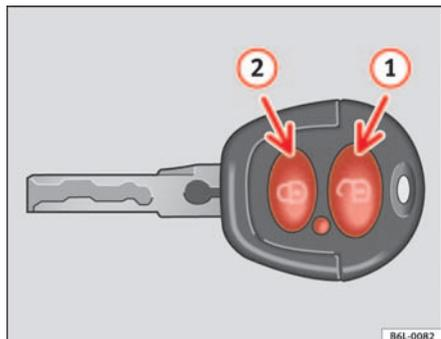
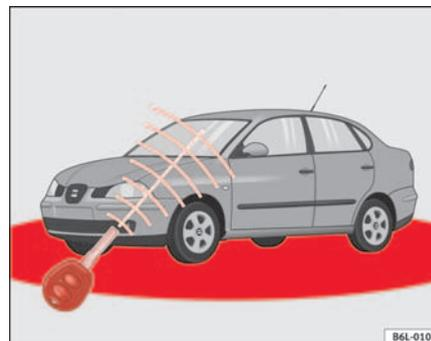

Fig. 48 Teclas de la llave con mando a distancia
Fig. 49 Radio de acción del mando a distancia por radiofrecuencia
La zona de efectividad (zonas rojas) ⇒ fig. 49 del mando a distancia se muestra en la figura. El alcance máximo depende de diversas circunstancias.
Para **abrir**, dirija la llave dentro de la zona de efectividad, hacia el vehículo y pulse brevemente la tecla de apertura  ⇒ fig. 48 . Los intermitentes ►
parpadean dos veces. Para **cerrar** el vehículo, pulse brevemente la tecla de cierre  ⇒ **fig. 48 (2)**. Los intermitentes parpadean una vez.
Pulse **dos veces** la tecla de cierre  ⇒ **página 83, fig. 48 (2)** se desactiva el sistema de seguridad del cierre (doble cierre) y la alarma volumétrica\*, permaneciendo activada la alarma perimétrica\*, el testigo sigue encendido.
Pulsando una vez la tecla  ⇒ **página 83, fig. 48 (1)**, se abrirá sólo la puerta del conductor, permaneciendo el resto cerradas.
Pulsando dos veces la tecla  ⇒ **página 83, fig. 48 (1)**, se desbloquearán todas las puertas.
- El mando a distancia por radiofrecuencia funciona únicamente dentro de su radio de acción ⇒ **página 83, fig. 49** (zona roja).
- Utilice las dos llaves que se entregan con el vehículo, la llave provista de emisor de radiofrecuencia y la llave convencional ⇒ página 83, fig. 48 ⇒ página 83, fig. 49.